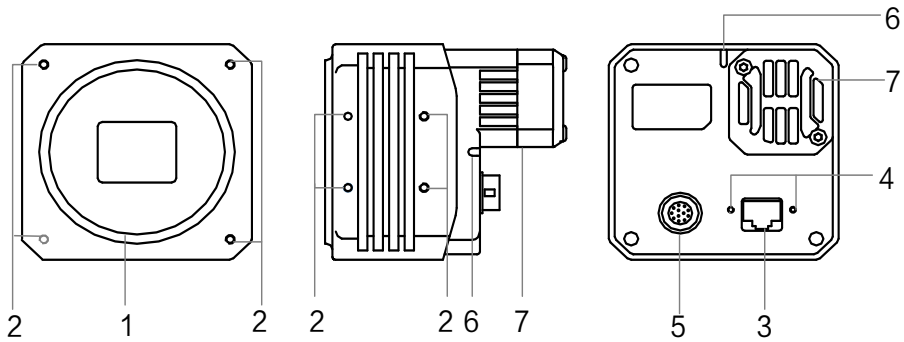

图4-6 M58 口, 带风扇
- 图4-6为 M58 口，带风扇的千兆网口面阵相机外观。
- M58 口，带风扇（图4-6）